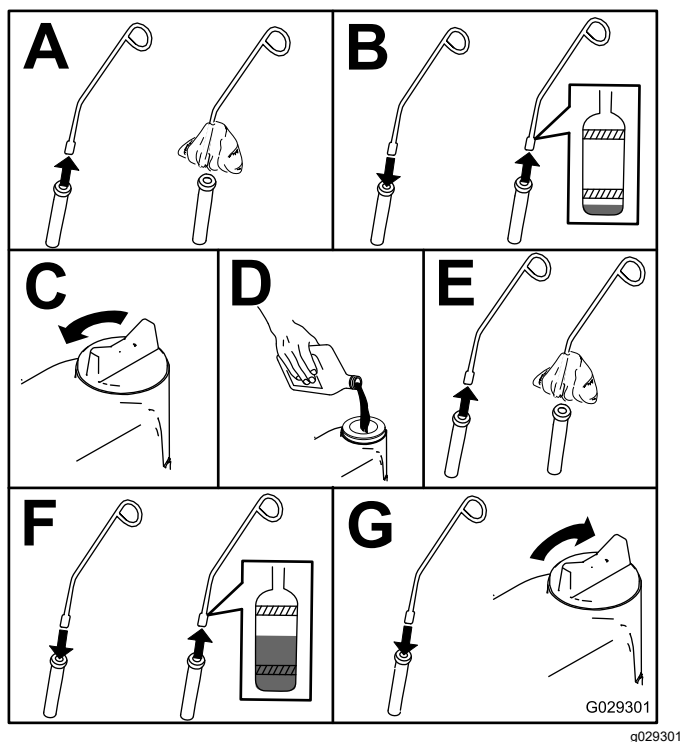

Bild 85
5. Prüfen Sie den Stand des Motoröls, wie in Bild 85 abgebildet.